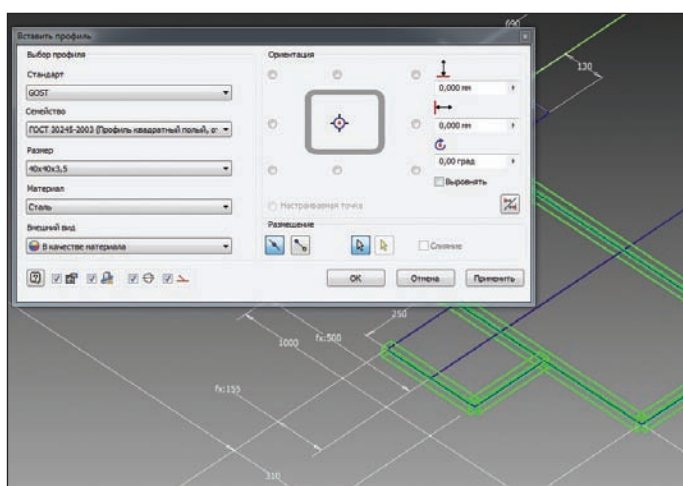

Рис. 4. Работа с "Генератором рам"
- указывались элементы базового эскиза (рис. 4);